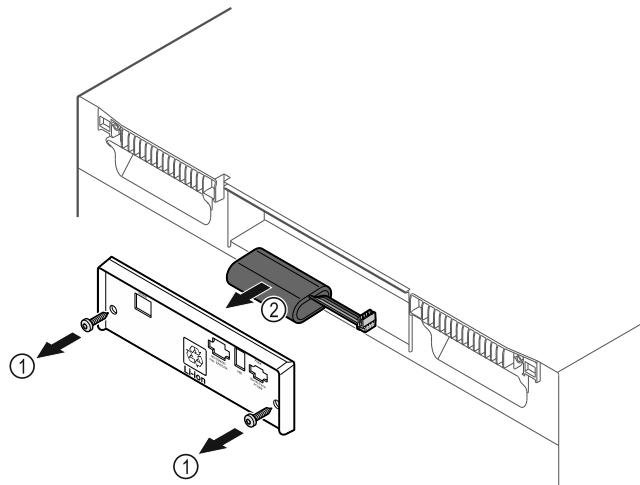

Fig. 202
- Открутите винты и снимите крышку с задней стороны устройства Fig. 202 (1).
- Отсоедините и извлеките аккумуляторную батарею Fig. 202 (2).